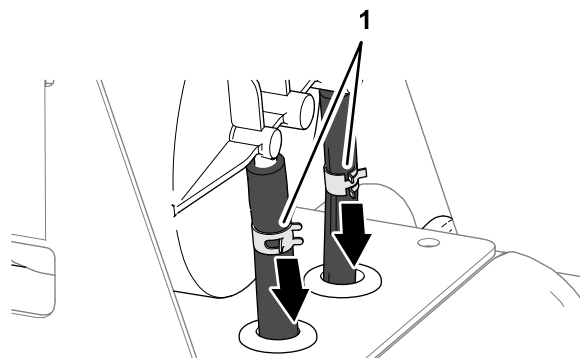

Рисунок 81
3. Ослабьте 2 шланговых хомута, которые крепят шланги к штуцерам бачка с активированным углем (Рисунок 81).